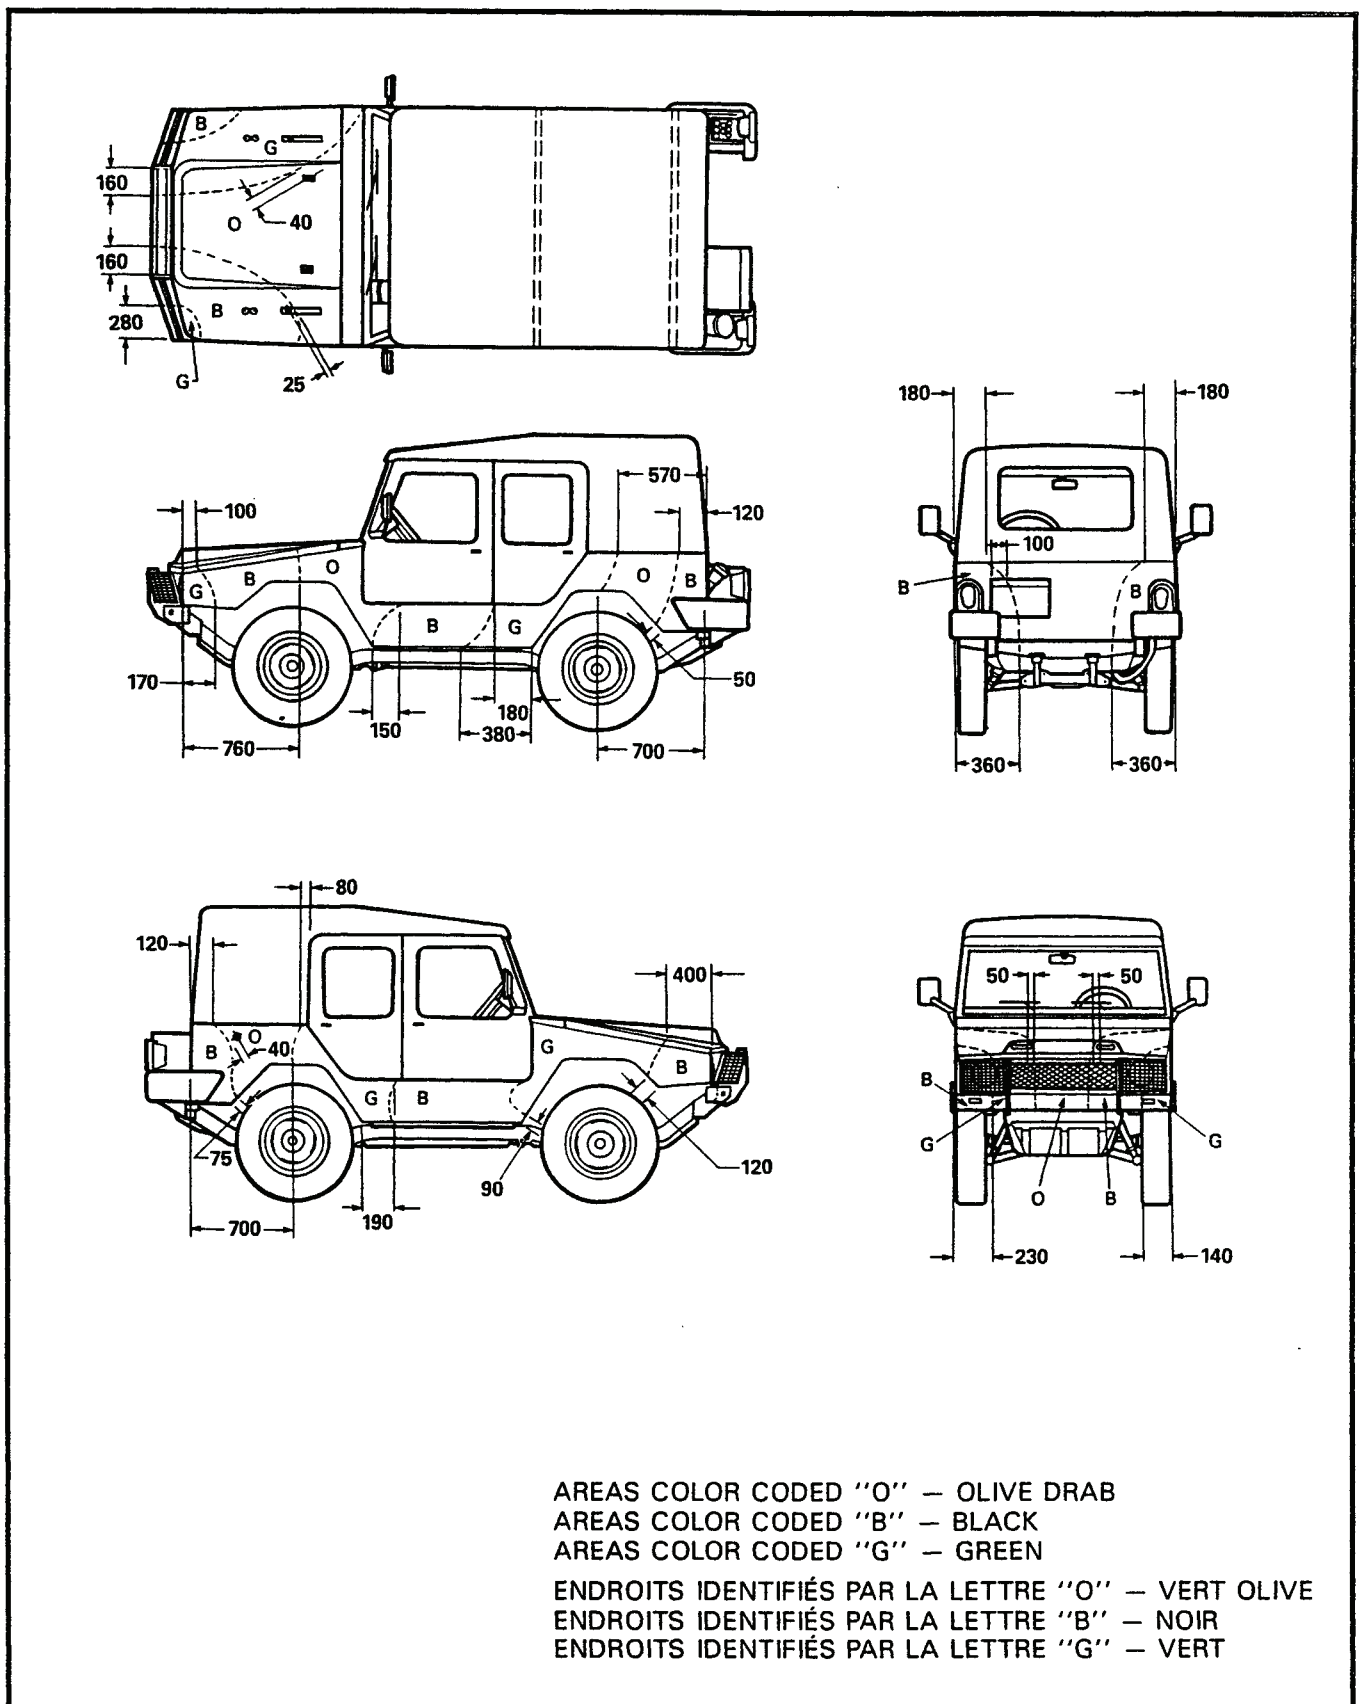

Figure 6-3-4 Body Camouflage Pattern
13. Finish with Urethane enamel MIL-C-46168 (ME), colour specification D-84-010-001/SF-001.
14. Camouflage with Urethane enamel MIL-C-46168B (ME), see Figure 6-3-4.
13. Appliquer une couche de finition d'email à base d'uréthane conforme à la norme MIL-C-46168 (ME), couleur D-84-010-001/SF-001.
14. Pour le camouflage, appliquer une couche d'email à base d'uréthane conforme à la norme MIL-C-46168B (ME), voir figure 6-3-4.